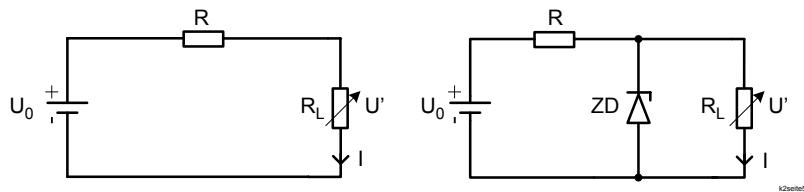

Abb. 2.11: Spannungsstabilisierung mittels Zenerdiode
Es sollen die beiden Schaltungen aus Abb. 2.11 verglichen werden. U_0 ist eine gleichgerichtete Spannung größer als die Zenerspannung der Zenerdiode ZD in Abb. 2.11 rechts. Das Potentiometer R_L stellt eine variable Last der Spannung U' dar.
Aufg. J: Skizzieren Sie die Lastabhängigkeit der Spannung U' in Abb. 2.11 a). Geben Sie die Formel an, aus der sich U' in Abhängigkeit von U_0 , R und R_L berechnen lässt. Was sind die Extremwerte für U' und I ?
Die Stabilisierungsschaltung Abb. 2.11 b) soll für folgenden Fall dimensioniert werden:
- a) **Schaltung ohne Stabilisierung mit Lastwiderstand:** Stecken Sie nun auf dem Schaltbrett die Schaltung nach Abb. 2.11 a) zusammen. Verwenden Sie für R_L das eingebaute Potentiometer und für R einen Widerstand aus dem in Aufg. K: bestimmten Wertebereich. Messen Sie die Lastabhängigkeit der Spannung U' , indem Sie dazu Wertepaare U' , I mit Vielfachinstrumenten bei verschiedenen Lastwiderständen aufnehmen, und tragen Sie die Werte in ein **Diagramm $U' = f(I)$** ein. Beobachten Sie gleichzeitig mit dem Oszilloskop den Restbrumm von U' und erklären Sie sein Verhalten.
- b) **Schaltung mit Stabilisierung und Lastwiderstand:** Schalten Sie nun nach Schaltung Abb. 2.11 b) die Zenerdiode parallel zu R_L und wiederholen Sie die Messungen von a). Tragen Sie die korrigierten Messwerte in das gleiche Diagramm ein. In welchem Lastwiderstandsbereich wirkt die Stabilisierung? Vergleichen Sie die gewonnenen Resultate mit den berechneten Werten.